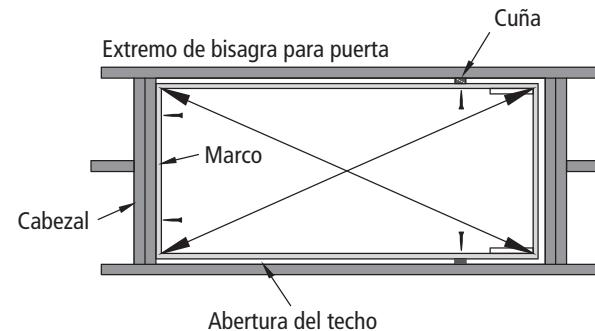

FIGURA 7
F. Asegúrese que el marco en el lado de la bisagra de la escalera este presionado contra el cabezal y que este centrado de lado a lado en la abertura del techo; Asegure temporalmente el marco al cabezal usando piñas de 2 ½" (Figura 7). No use los agujeros pre-perforados. Los agujeros pre-perforados serán usados en el Paso 2.
G. Abra cuidadosamente la puerta de la escalera de ático pero sin desdoblar la sección para escalar hasta que se indique en el paso 3. Centre y cuadre el lado opuesto del marco de la escalera de ático en la abertura del techo utilizando cuñas. Asegúrese que el marco de la escalera haya sido cuadrado correctamente tomando dimensiones diagonales en el marco hasta con $\frac{1}{8}$ " de diferencia entre ellas. (Figura 7).
H. Asegure los costados del marco a las vigas del techo con piñas de 2 ½" en la posición de las cuñas (Figura 7). No utilice los agujeros pre-perforados para las piñas. Agujeros pre-perforados se serán usados en el Paso 2.